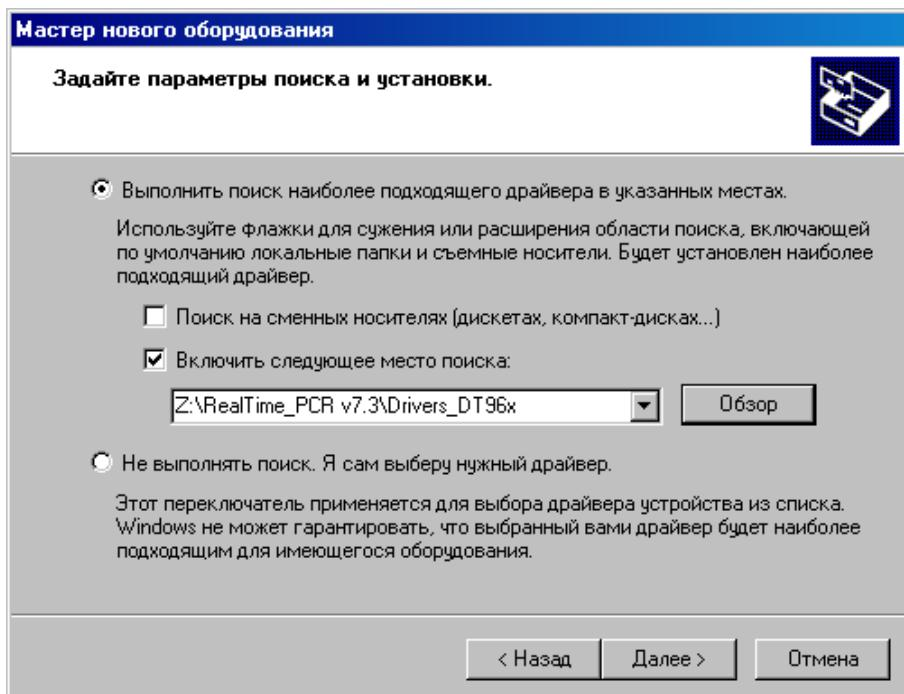

Рис.7. Поиск папки Drivers_DT96x на флеш-карте.
- В окне задания параметров поиска и установки (Рис.7) укажите путь к папке с драйвером для чего поставьте галочку в окошке **Включить следующее место поиска** и нажмите кнопку **Обзор**.
- Убедившись, что путь к папке с драйвером в окне (Рис.7) указан правильно, нажмите кнопку **Далее >**.